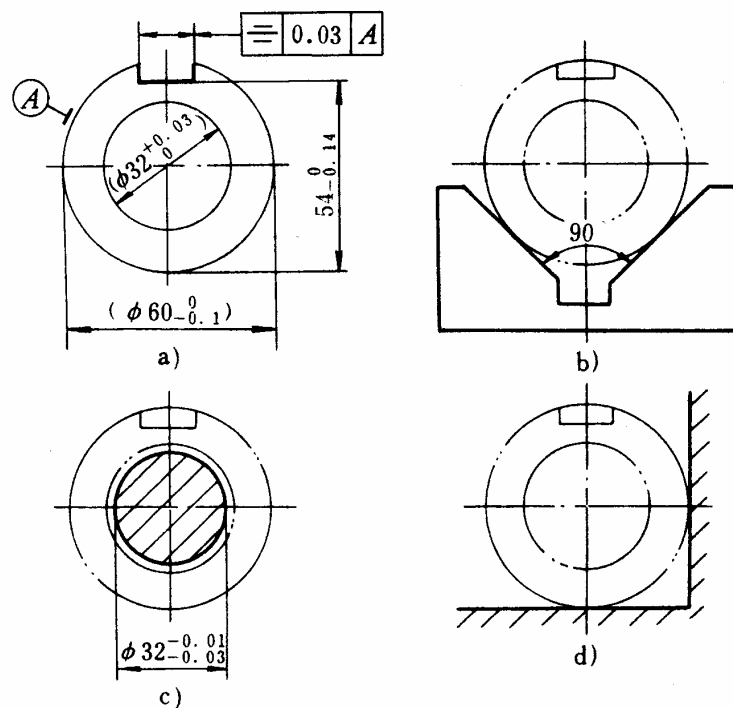

图 13-8
8. 在图 13-8 所示套筒零件上铣键槽，要求保证尺寸 $54_{-0.14}^0$ mm。现有三种定位方案，分别如图 b、c、d 所示。试计算不同定位方案的定位误差，并从中选择最优方案（已知内孔与外圆的同轴度误差不大于 0.02mm）